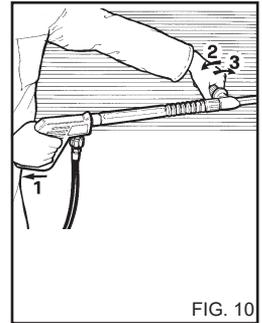

FIG. 10
**ANVENDELSE AF DET DOBBELTE SPYD ELLER (fig. 10)**